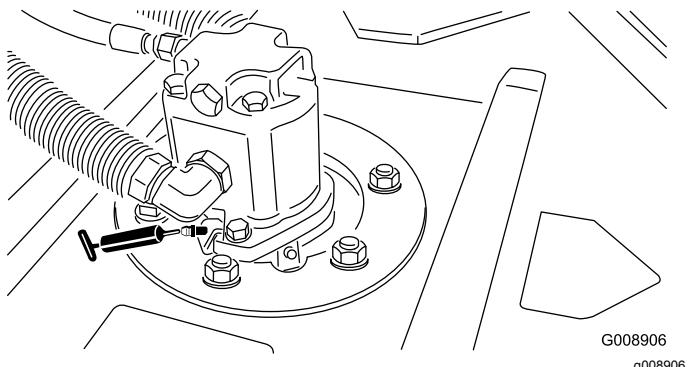

Figura 35
- Cuscinetti dell'asse del mandrino dell'apparato di taglio (2 per apparato di taglio)—Figura 35